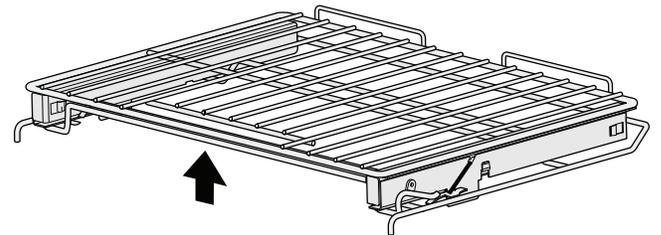

Figura 21: Parrilla deslizante extensible con palanca de liberación en posición de desbloqueo
2. Mientras sostiene la palanca de liberación (Figura 21), tire de la parrilla deslizante hasta que alcance el tope, use las dos manos si es necesario.